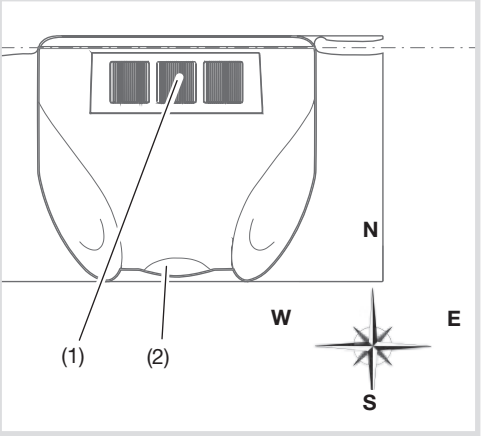

Figura 3: orientamento verso sud in posizione orizzontale
- Installazione orizzontale all'esterno degli edifici (figura 3), preferibilmente sul tetto o sulla facciata
- Orientare il dispositivo verso sud con l'aiusilio di una bussola (figura 3).
- Allineare il dispositivo con una livella in modo che sia perfettamente orizzontale (figura 3).